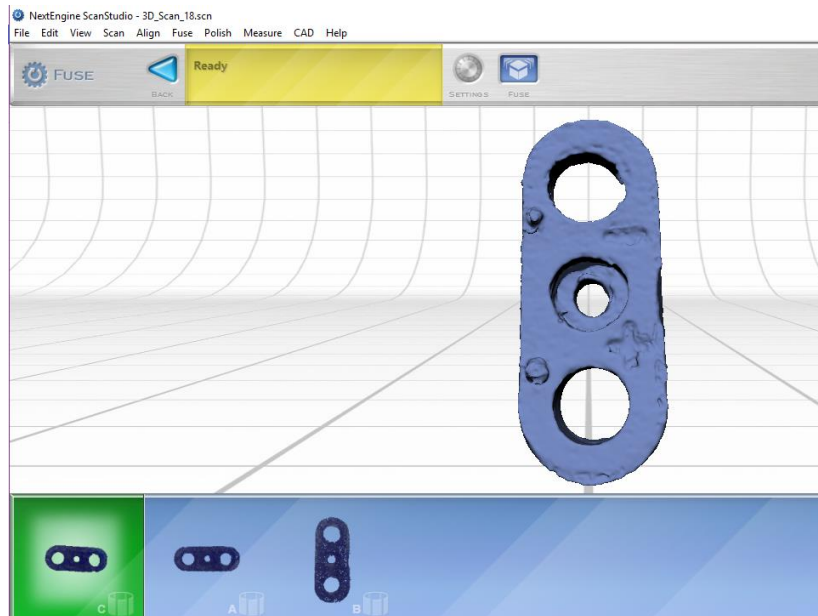

Figura 52. Objeto llenado y fusionado.
17. Para que la figura tenga más calidad seleccione la opción **FUSE** (fusionar) en la barra de herramientas, elija el objeto que se llenó y vuelva a seleccionar la opción **FUSE** como se muestra en la Figura 52.